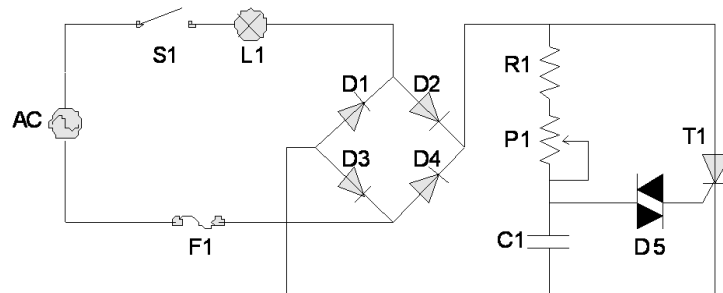

Figura 05
26. Considerando a chave S1 fechada do circuito do controlador de intensidade luminosa da figura 05, afirmam-se